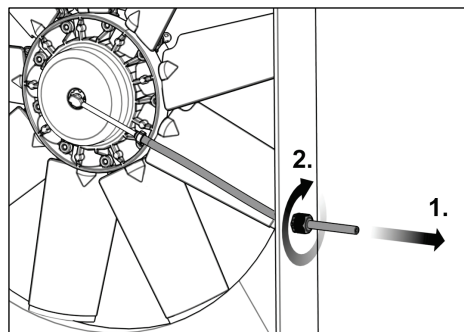

Fig. 32
24) Tensionați furtunul de aer comprimat (consultați Fig. 32 pasul 1) astfel încât ansamblul de admisie a aerului să se poată roti puțin (max. 15°).
25) Fixați furtunul de aer comprimat utilizând manșonul de detensionare (consultați Fig. 32 pasul 2).